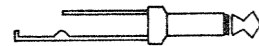

Fig. 1/図1
DP-2 (foot pedal), FV-50 (volume pedal), MIDI cable, oscilloscope, measuring jig (see Fig. 1), blank plug
- MIDIケーブル、• オシロスコープ、• 測定治具(図1参照)、• 空プラグ、